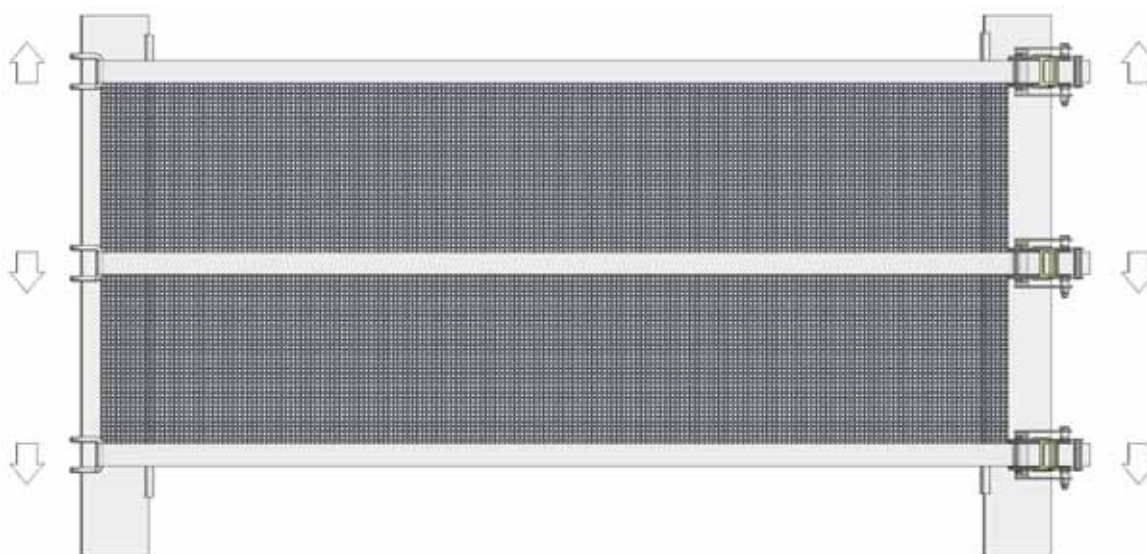

Figure 7, Tension de l'écran
- Répétez cette étape pour tous les cliquets/sangles restants. Écartez tous les cliquets et crochets les uns des autres pour avoir une bonne tension sur les bords verticaux du Bayscreen (Figure 7).